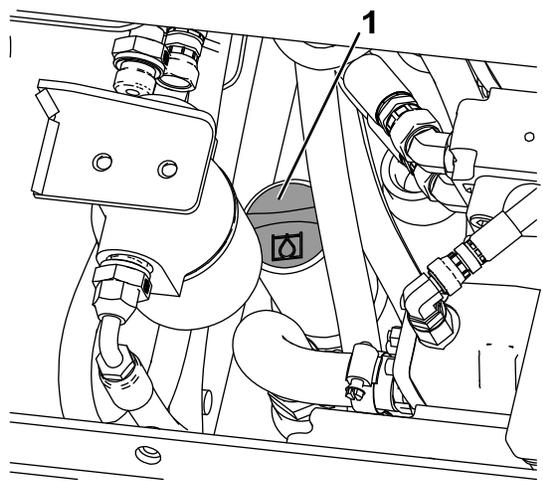

Figura 70
7. Limpe a zona em redor do tubo de enchimento do depósito hidráulico (Figura 70).